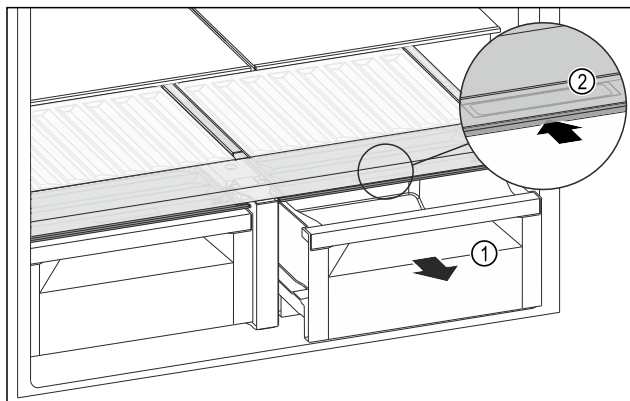

Fig. 132
- ▶ Schuifvak Fig. 132 (1) uittrekken.
- ▶ Greeplijst Fig. 132 (2) op het vakdeksel vastpakken en het vakdeksel gelijktijdig naar achteren schuiven.